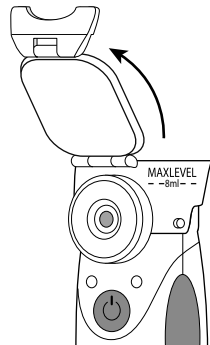

Рис.5
- Откройте крышку ингаляционной камеры, подняв защелку (рис.5). Залейте лекарственный раствор в отсек для лекарств (рис.6). Максимальная емкость отсека для лекарств – 8 мл (до отметки MAXLEVEL), минимальная – 0,5 мл. Для поддержания температуры теплого раствора, заполните горячей водой отсек для воды (рис.6). Рекомендуется заливать воду подогретую до 80°C. Закройте крышку ингаляционной камеры, опустив защелку. **Не применяйте излишнюю силу при открытии и закрытии защелки (Это увеличит срок службы ингаляционной камеры).** Убедитесь, что крышка закрыта плотно, и ингаляционный раствор не выльется из ингаляционной камеры.